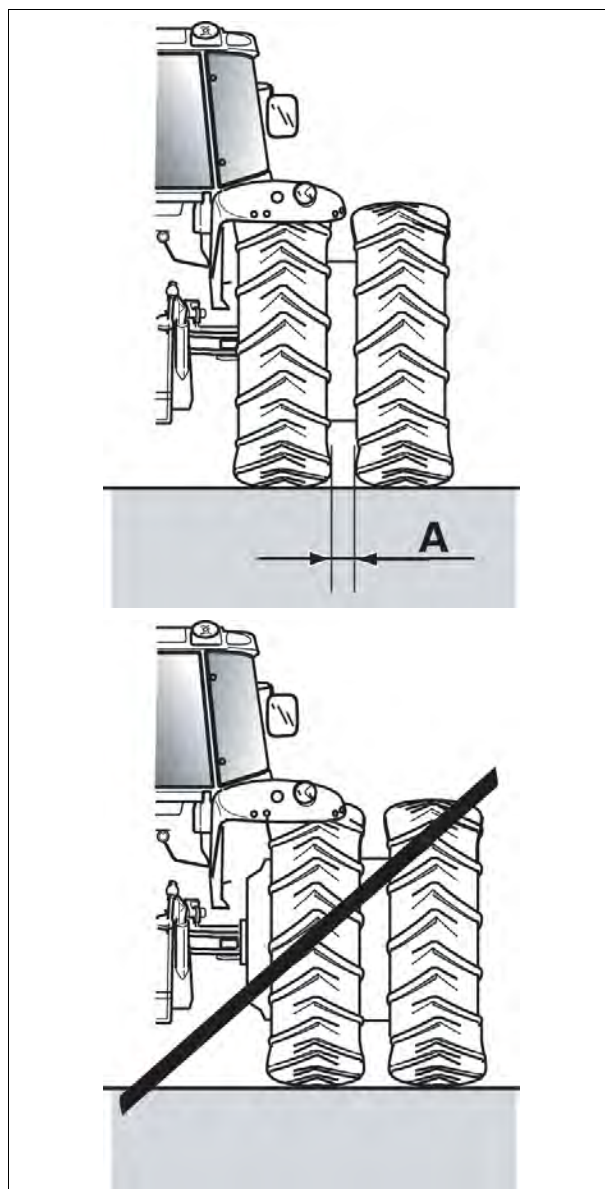

Рис. 7.
- Настройте минимальную ширину колеи для внутренних колес *рис. 7*.